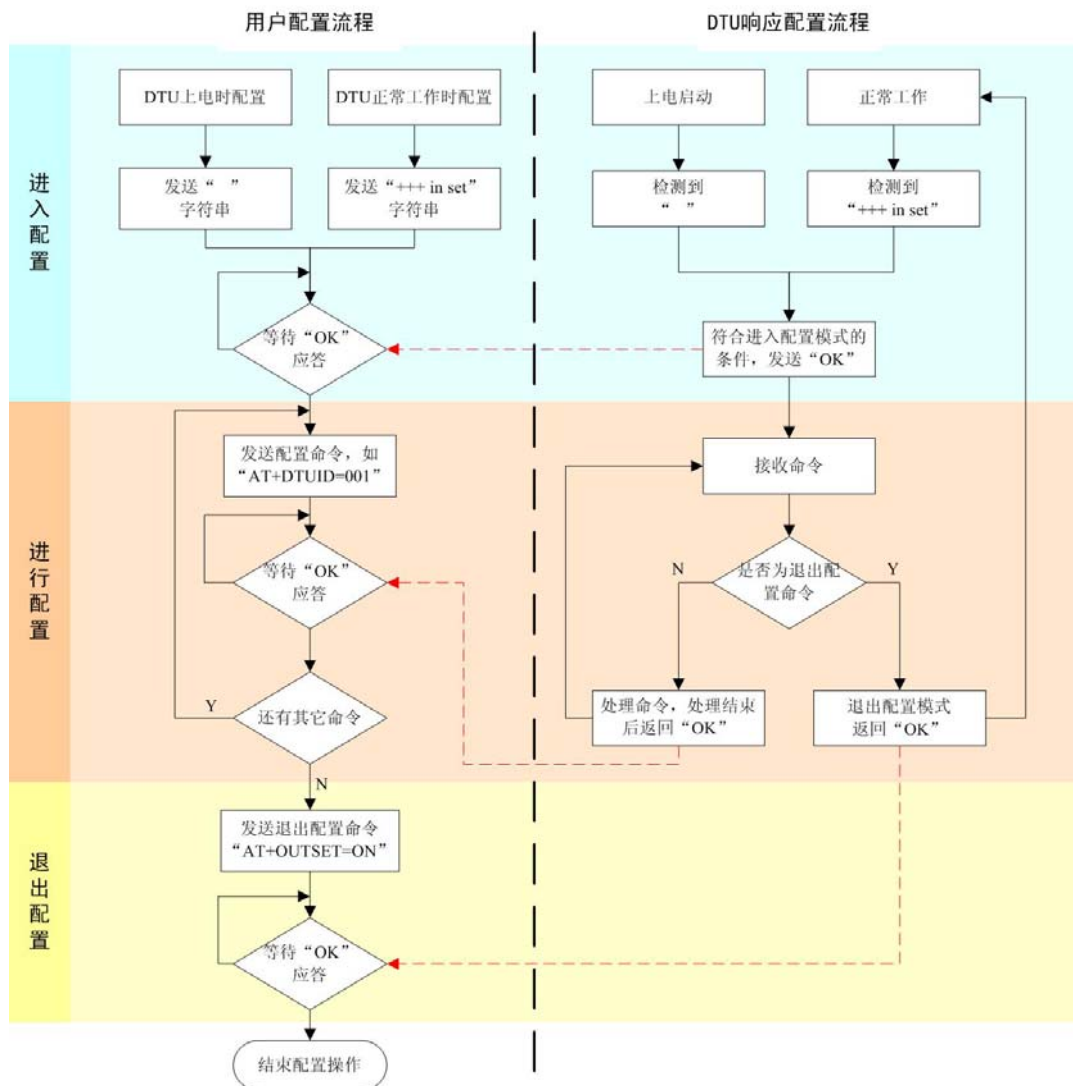

图 3.1 DTU 配置操作流程
整个配置流程如图 3.1 所示，下面的内容将按流程顺序分别介绍各个操作步骤，为了使您可以方便正确的配置和读取这些参数，请仔细阅读这些内容。
- **在DTU上电时：**根据图 3.1所示的配置流程可知，DTU在上电时会检测串口上是否有ASCII码为“ ”（空格，十六进制数为 0x20）的数据出现，有则认为用户要求进入配置模式。所以我们只需要在DTU上电前，通过串口不断向DTU发送空格字符串，对应的HEX值为“0x20”（按住键盘空格键，波特率 57600、8 位数据为、1 位停止位、无校验），然后给DTU通电，即可进入配置模式。由这种方式进入配置模式，默认是打开调试信息功能的(有回显,方便用户使用超级终端等工具进行配置)，否则也不能通过上电发送“ ”的方法进入配置进入。